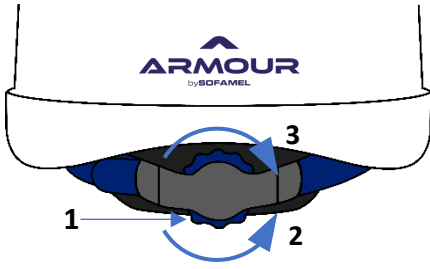

Fig. 1
El casco cuenta con un ajuste progresivo del perímetro de la cabeza cada 3 mm en el rango de 53 cm a 63 cm. Una vez puesto el casco en la cabeza, ajústelo según el perímetro de la cabeza girando el regulador (1) situado en la parte trasera del casco (Fig. 1). El giro a la izquierda (2) permite aflojar la banda perimetral, mientras que el giro a la derecha (3) cierra la banda del regulador.